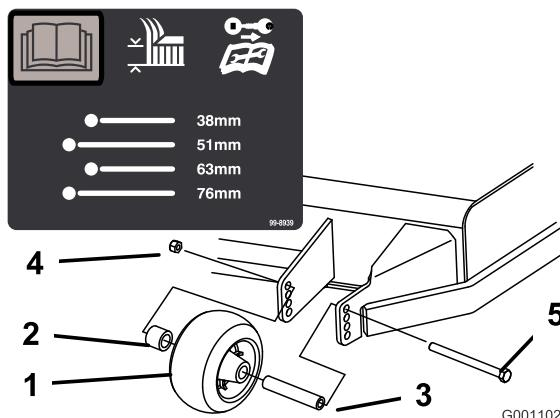
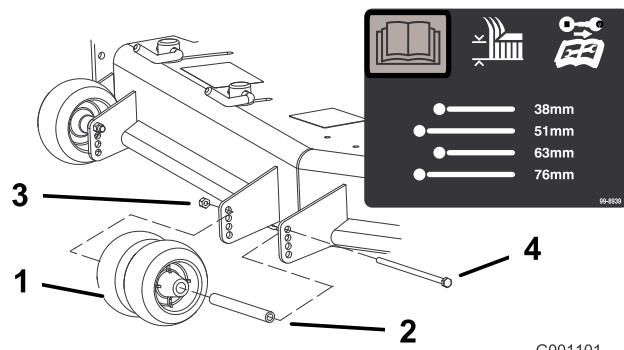
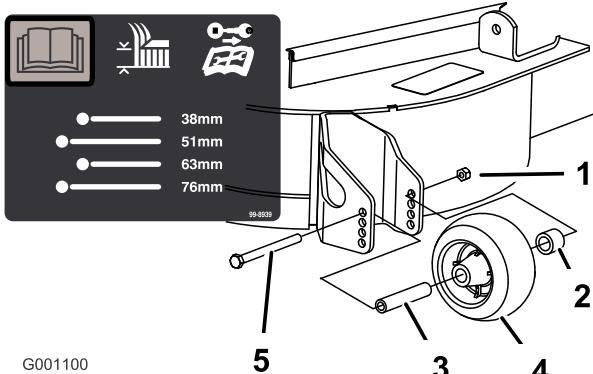

Figura 20
Figura 21
Figura 22
- Después de ajustar la altura de corte, ajuste los rodillos retirando la tuerca con arandela prensada, el casquillo, el espaciador y el perno (Figura 20, Figura 21, y Figura 22).
Nota: Los dos rodillos centrales no tendrán espaciador (Figura 21).
- Instale la tuerca con arandela prensada, el casquillo, el espaciador y el perno. Apriete a 54–61 Nm (Figura 20, Figura 21 y Figura 22).